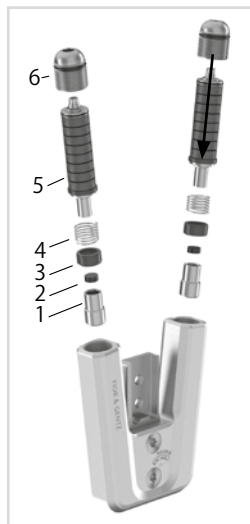
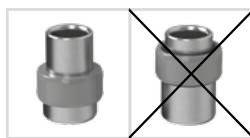
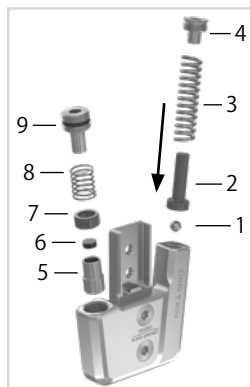

図18
図19
図20
- 1 ストッパーダンパー/Oリングダンパー(2)とスライドブッシング(3)を、プランジャ(1、図18)に組み付けます。スライドブッシングがプランジャに正しく配置されていることを確認してください(図19)。
- 1 ボール(1)をピン(2、図20)に差し込みます。
- 1 ストッパーダンパー/リングダンパー(6)とスライドブッシング(7)を、プランジャ(5、図20)に組み付けます。スライドブッシングがプランジャに正しく配置されていることを確認してください(図19)。
- 4 アライメントねじ(9、図20)をねじダクトにねじ込みます(図21)。望ましい背屈で、コイルばねが完全に圧縮されていなければなりません。